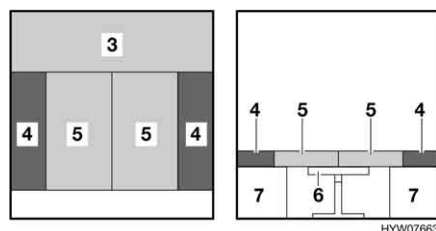

Fig. 68 Dopo la trasformazione
- Collocare i cuscini dello schienale (Fig. 68,4) sulla parete esterna. Rispettare la forma cuneiforme.
- Premere entrambi i cuscini del divano (Fig. 68,5) fra i cuscini dello schienale.